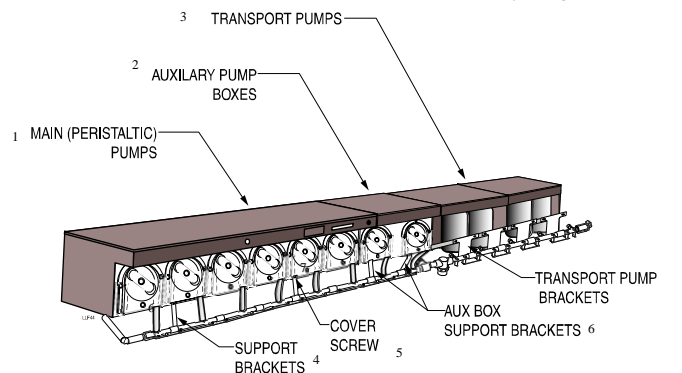

Figura 8.3. Instalación Completa del Colector
3. Fije la ménsula de soporte del colector (#1) debajo de los tornillos para las bombas 2 y 5 del módulo principal (ver figura 8.3). Agregue la ménsula larga de metal (#2).
5. Agregue las ménsulas del colector (#23) a los módulos de transporte (ver Figura 8.3). Una ménsula por medio une dos módulos, conectando ambos a la vez; mantenga la ménsula por encima de los orificios para los tornillos y usted verá la disposición de los orificios. La primera ménsula une el lateral derecho del módulo inicial de bombas y luego el lateral izquierdo une el siguiente módulo.